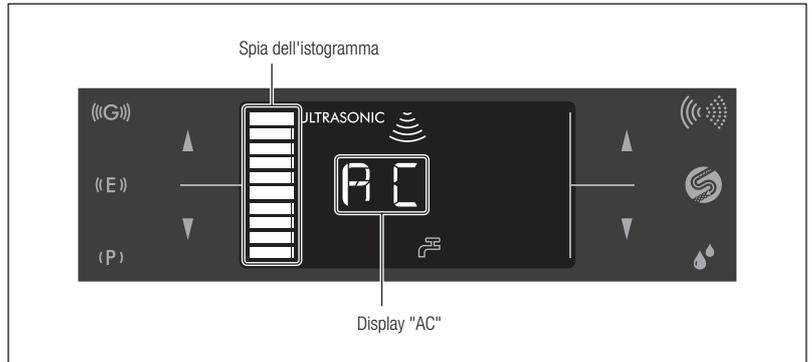

Fig. 35
- 7) Tenere premuto il tasto di pulizia automatica per circa 3 secondi per avviare la pulizia automatica. La pulizia automatica richiede circa 45 secondi. Sul pannello LCD viene visualizzato "AC" durante la pulizia automatica e sulla spia dell'istogramma viene visualizzato il tempo approssimativo restante (Fig. 35).